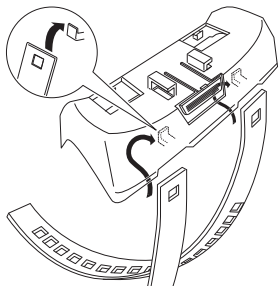

Abb. 15
1. Haken Sie das Band am Halter ein. (Abb. 15)